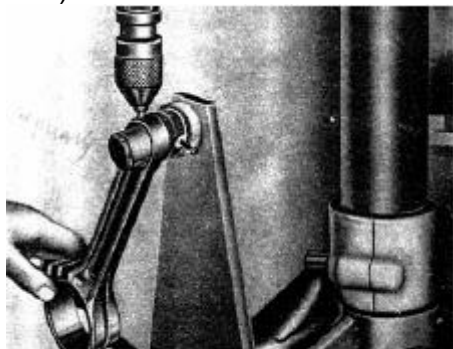

РИС. 32
- 4) Просверлите отверстие диаметром 2,5-3,5мм. во втулке по отверстию в верхней головке шатуна (см. рис. 32)